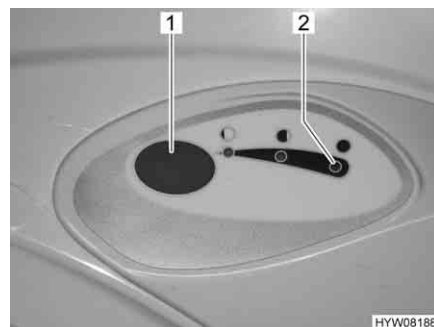

Bild 261 Spolknapp/kontrollampa (Thetford-toalett)
- För att spola, tryck på den blå spolknappen (Bild 261,1).
Kontrollampan (Bild 261,2) lyser när latrintanken måste tömmas.